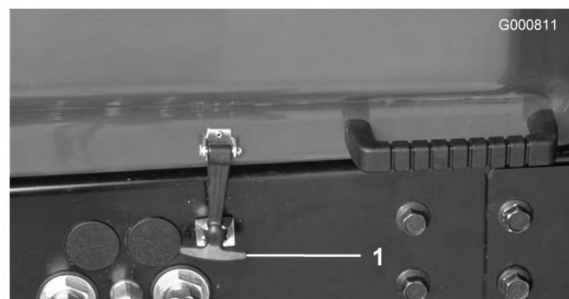

Figura 30
1. Aparque la máquina en una superficie nivelada. Desenganche el cierre del capó y levante el capó (Figura 30).